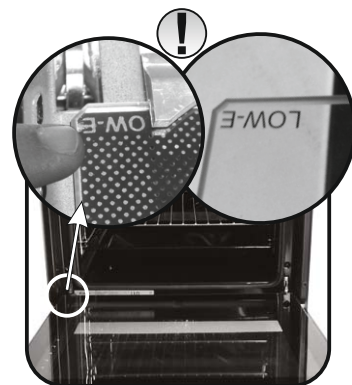

Rys. 6
- * W piekarnikach z pyrolizą wysuń również drugą i trzecią szybę. (Rys. 6)